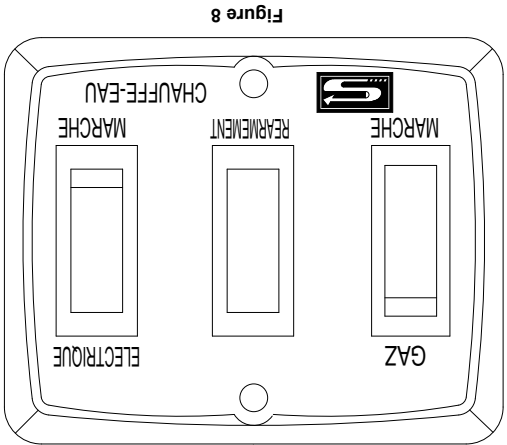

Figure 8
A. Le Bec Principal - Ne pas permettre le bec de brûler avec une flamme jaune, parce que la suie produit. (Voir les avertissements de sécurité). Si la flamme du bec est jaune et d'un type erratique, fermer l'unité et contacter une agence de service qualifiée. Ne pas continuer de faire fonctionner l'unité avec une flamme du bec inexacte. Voir la Figure 8 pour l'apparence de la flamme correcte et inexacte.